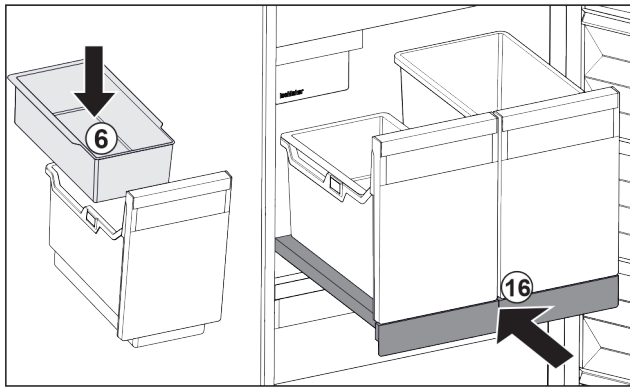

Fig. 124
- ▶ Einhängeschale Fig. 124 (6) für Eiskwürfel einsetzen.
- ▶ Auszugsbord mit Behälter (IceTower) einschieben. Fig. 124 (16)